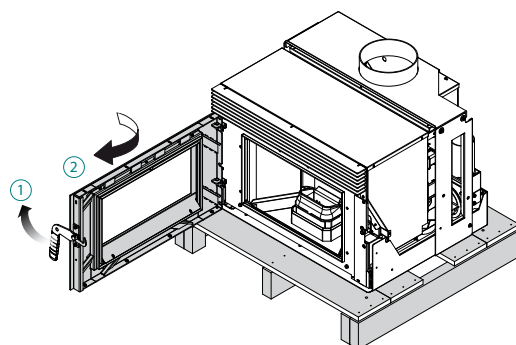

fig. 6.1.1
- 3) Abrir la puerta (fig. 6.1.1) ;